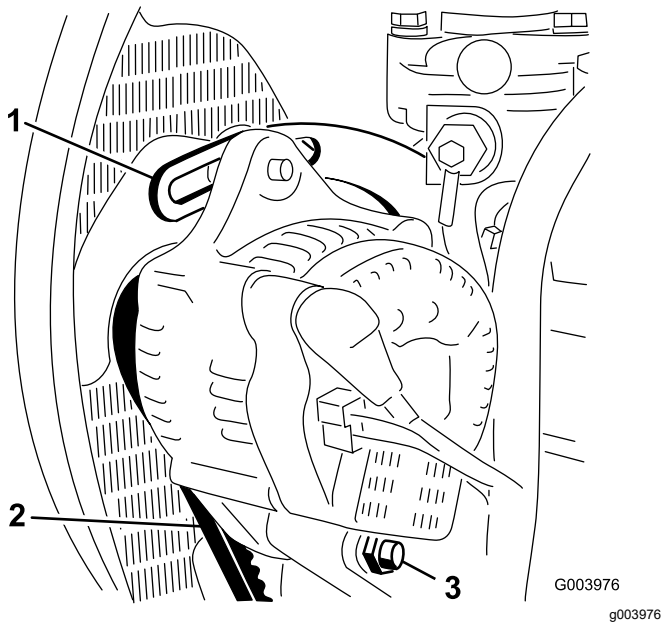

Bild 116
3. Prüfen Sie die Spannung des Lichtmaschinenriemens, indem Sie eine Kraft von 10 kg in der Mitte zwischen der Lichtmaschine und den Riemenscheiben der Kurbelwelle ansetzen (Bild 116).
4. Lösen Sie die Schraube, mit der die Lichtmaschine an der Strebe befestigt ist, sowie den Lichtmaschinenzapfen. (Bild 116)